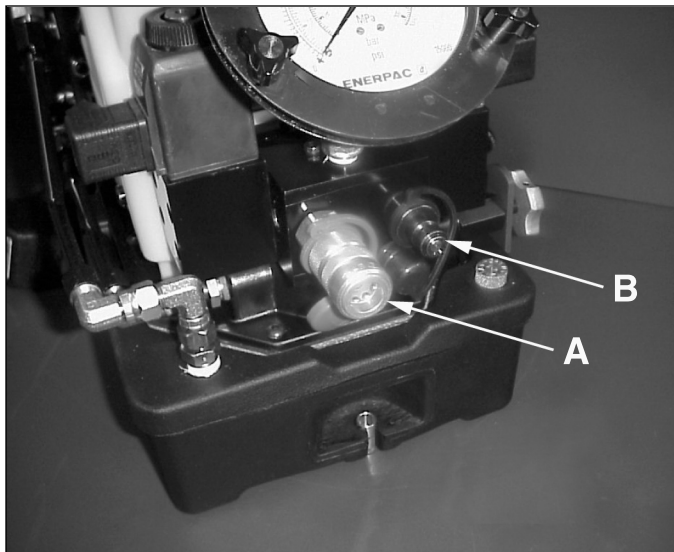

Figure 3 - Sortie de la pompe (double effet)
1. Raccordez les flexibles au distributeur de sortie de la pompe présenté sur la Figure 3. ASSUREZ-VOUS d'utiliser un flexible marqué « ENERPAC SERIE 800 – 800 BARS/11 600 PSI MAX ». Serrez manuellement la bague de verrouillage du coupleur.